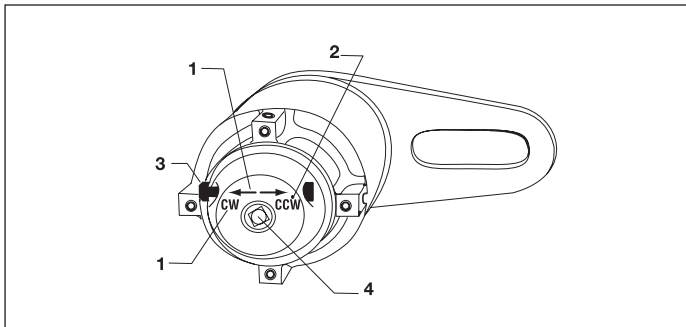

Fig. 3, Détail d'extrémité d'entrée (réglée pour une rotation CW sur l'illustration)
Le levier sélecteur (Fig. 3, article 3) doit être fixé sur la position neutre et la vis de fixation en position neutre (Fig. 3, article 3) doit être serrée afin de verrouiller le levier sélecteur pour que le mécanisme d'entraînement fonctionne. Il contrôle le sens de rotation du multiplicateur de couple pour l'entrée appliquée manuellement. (Non disponible sur les modèles E290+, E291 et E391). Ne pas utiliser de clé à chocs pour le mécanisme d'entraînement, car des dommages pourraient survenir au motopropulseur du multiplicateur.
2. Fixer le sens désiré de la rotation en poussant le levier sélecteur (Fig. 3, article 3) dans la direction indiqué par les lettres et les flèches directionnelles estampées sur le boîtier à l'entrée (Fig. 3, article 1). EXEMPLE : Pour la rotation dans le sens contraire aux aiguilles d'une montre, pousser le levier jusqu'au bout dans le sens indiqué par la flèche « CCW ». Pour une rotation dans le sens des aiguilles d'une montre, pousser le levier dans la direction « CW » opposée. (Non disponible sur les modèles E290+, E291 et E391).
Modèles sans recul : à l'aide d'une clé dynamométrique, serrer suffisamment pour libérer le dispositif anti-recul ; maintenir l'entrée de couple et pousser le levier sélecteur (Fig. 3, article 3) dans la position opposée (EXEMPLE : Régler le levier sur la position « CW » nécessite de régler la position « CCW »). Tranquillement relâcher le couple d'entrée. (Non disponible sur les modèles E290+, E291 et E391).
Utilise un moteur d'entraînement sans choc approuvé pour les modèles: (E391, E392, E393, E492, E493, E494 ou E495 seulement). **Verrouiller le levier sélecteur sur la position neutre** en centrant entre la position « CW » et « CCW » et serrer les vis de fixation (fig. 3, article 2).